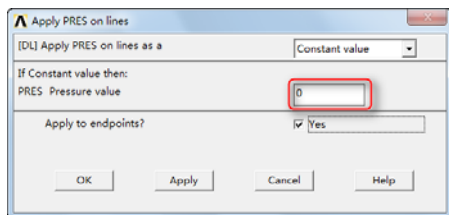

图 5-21 Apply PRES on lines 对话框
③定义出口处的压力边界条件：依次选择 Main Menu→Preprocessor→Loads→Define Loads→Apply→Fluid/CFD→Pressure DOF→On Lines，会弹出拾取对话框。拾取出口矩形的右边，单击“OK”按钮，弹出“Apply PRES on lines”对话框，如图 5-21 所示。在“Apply PRES on lines”对话框中“PRES Pressure value”后输入 0，单击“OK”按钮。